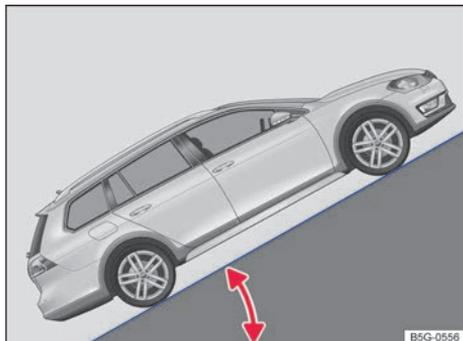

Fig. 121 Representación esquemática: ángulo de pendiente.
**Ángulo de pendiente** La altura (pendiente) alcanzada en un tramo de 100 m se indica en porcentaje o en grados → fig. 121. Valor de la pendiente que puede subir el vehículo por sus propios medios. Esto depende, entre otras cosas, del pavimento y de la potencia del motor.